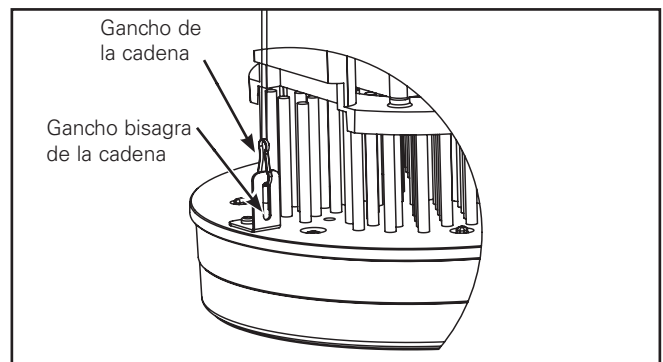

Figura 7.
4. Conecte la cadena con el módulo (Figura 7).